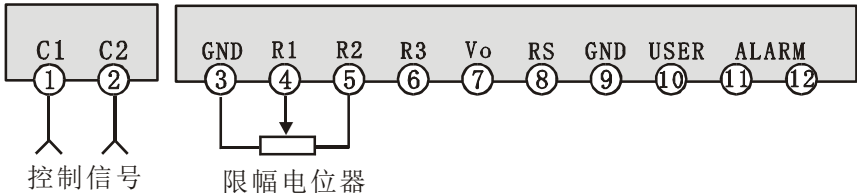
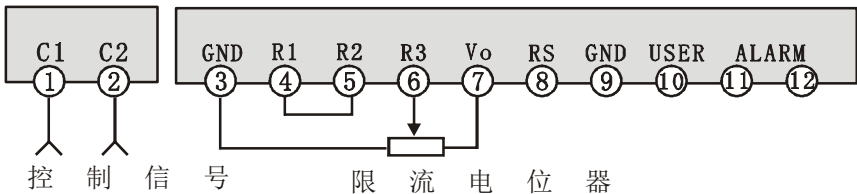

图 2：带限幅功能的自动控制接线图
图 5：限流功能接线图
6. 各种功能接线图（图2-图5中的电位器均是10K ≥0.5W）
说明：1. 该图是图 2、3 组合接线方式。
- 9.1. 使用限流功能，需接实际负载调试，参照图 5，调试步骤如下：